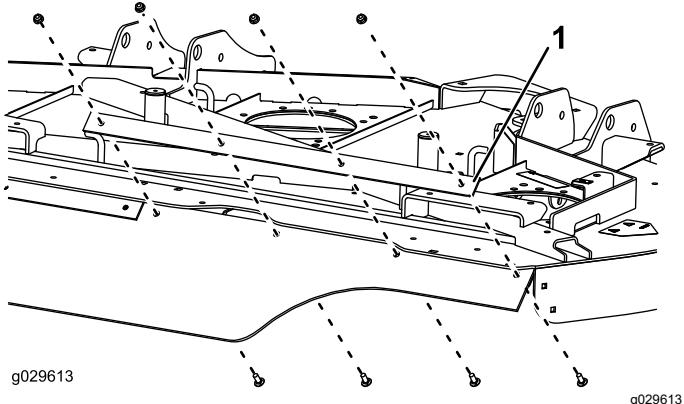

Figura 11
- Montate, senza serrarli, un nastro di supporto e l'estremità destra (quadrata) del deflettore sull'alloggiamento destro con 4 bulloni a testa tonda (5/16 x 7/8 poll.) e 4 dadi (5/16 poll.), come illustrato nella Figura 11.